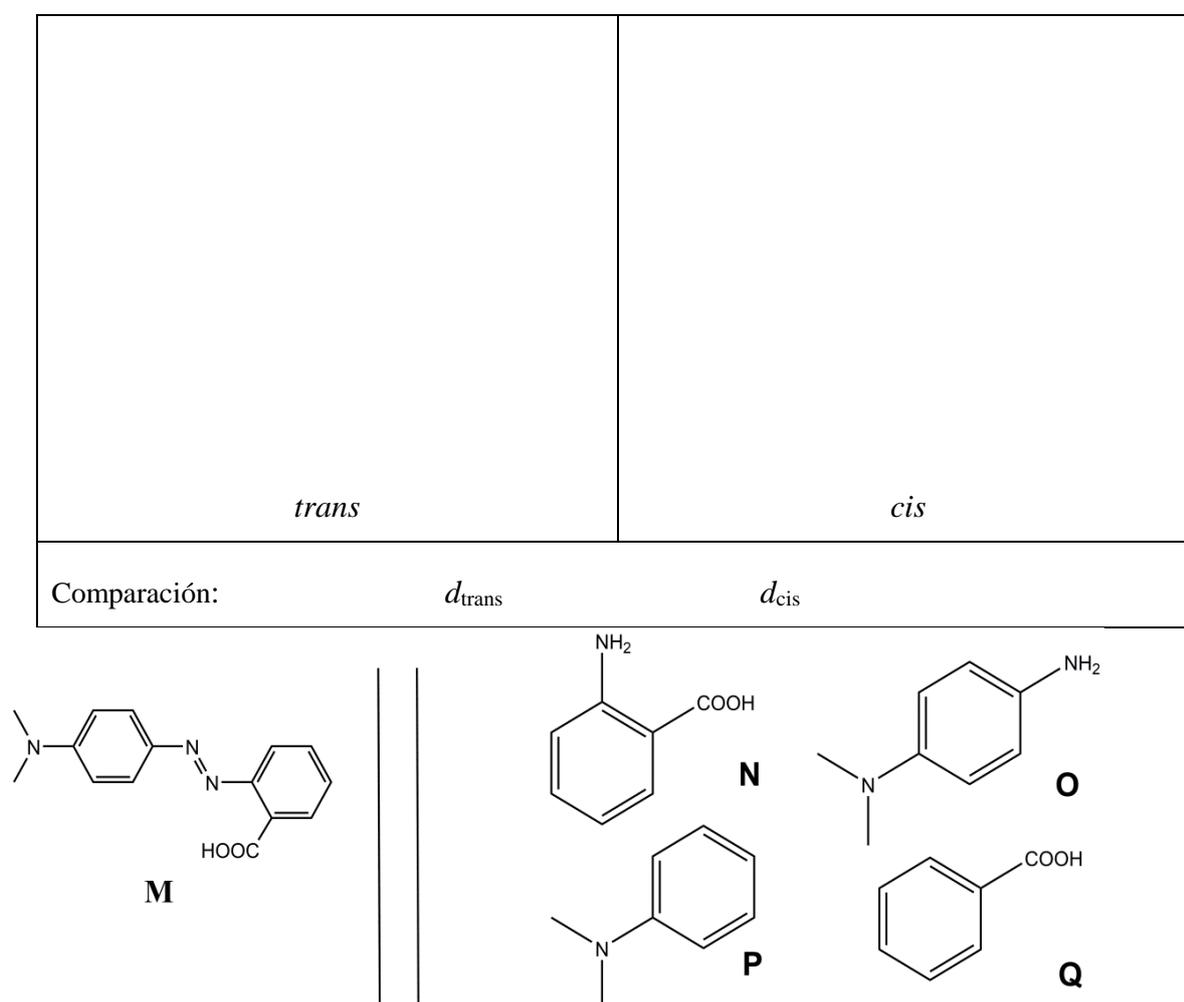

Fig. 1 – Posibles reactivos para la síntesis de **M**.
- M** puede ser sintetizado en dos pasos a partir de reactivos simples (Fig. 1). **Elige** entre los reactivos sugeridos (**N** a **Q**) aquellos que puedan producir **M** con una regioselectividad muy alta. El nitrito de sodio ($NaNO_2$) en ácido clorhídrico acuoso frío se utiliza como reactivo para el primer paso de la síntesis.